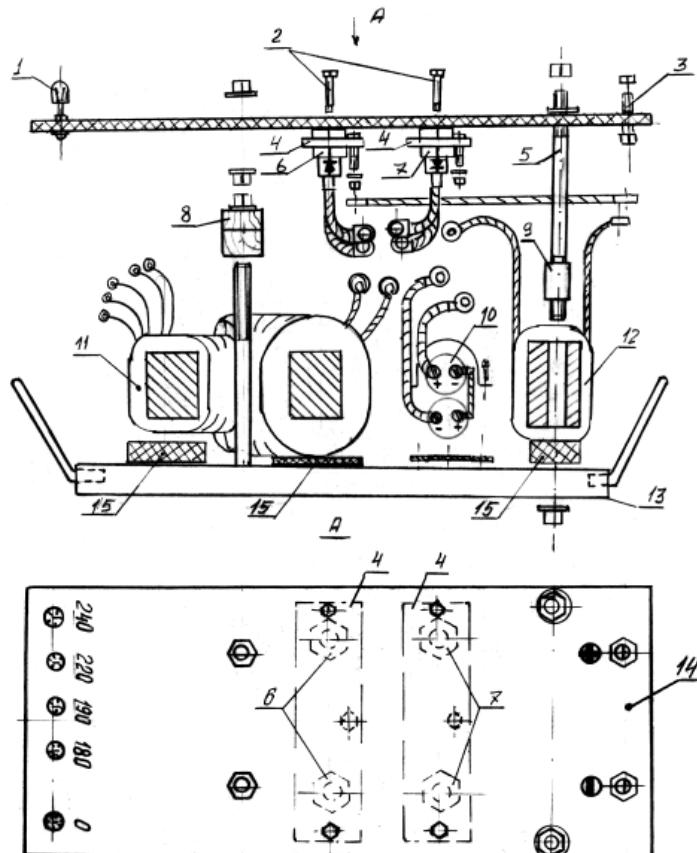

рис. 7
1. Размеры и расположение элементов конструкции (рис.4-7) уточнить после изготовления трансформатора, дросселя и наличия имеющихся материалов. На рис.4 показана конструкция дросселя, на рис.5 - каркаса, на рис.6 - распорки, на рис.7 - внешний вид корпуса с расположением внутри него элементов конструкции, где 1 - гайка M4 с изоляционной головкой, 2 - болт M6 для крепления вентиляй, 3 - болт M10 (зажимы сварочной цепи), 4 - сборная шина 60x4 мм (Al или Cu), 5 - шпилька M10, 6 - вентиль B200 (V1, V3), 7 - вентиль BL200 (V2 V4), 8 - распорка, 9 - трубка Ø20, 10 - сборка конденсаторов, 11 - силовой трансформатор, 12 - дроссель, 13 - каркас, 14 - плита изоляционная (текстолит, гетинакс, стеклотекстолит толщиной 8...12 мм), 15 - прокладки изоляционные выравнивающие (текстолит, картон и пр.).